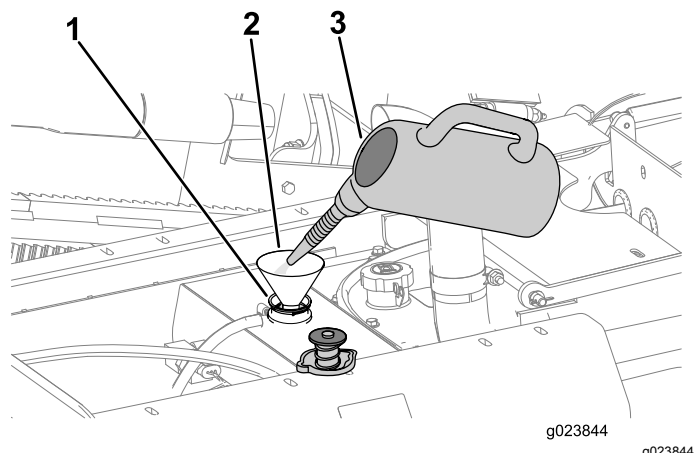

Figure 112
- B. Versez une solution de nettoyage du système de refroidissement dans le radiateur par le goulot de remplissage (Figure 112).